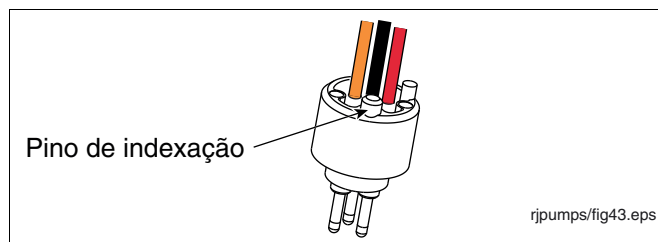

Figura 52. Pino de indexação do conector macho
10. Observe o pequeno pino de indexação na parte traseira do conector macho (consulte a Figura 52).